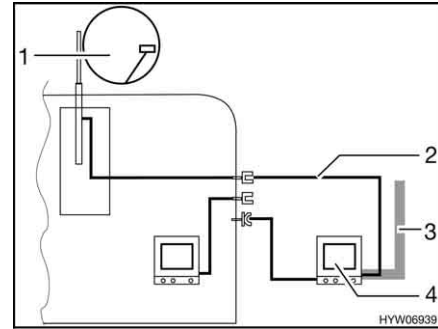

Fig. 124 TV nella tenda veranda
- TV nella tenda veranda (Fig. 124,4): Collegamento all'antenna del tetto (Fig. 124,1) con cavo di collegamento (Fig. 124,2)
- TV nella tenda veranda (Fig. 124,4): Collegamento a antenna esterna (Fig. 124,3)